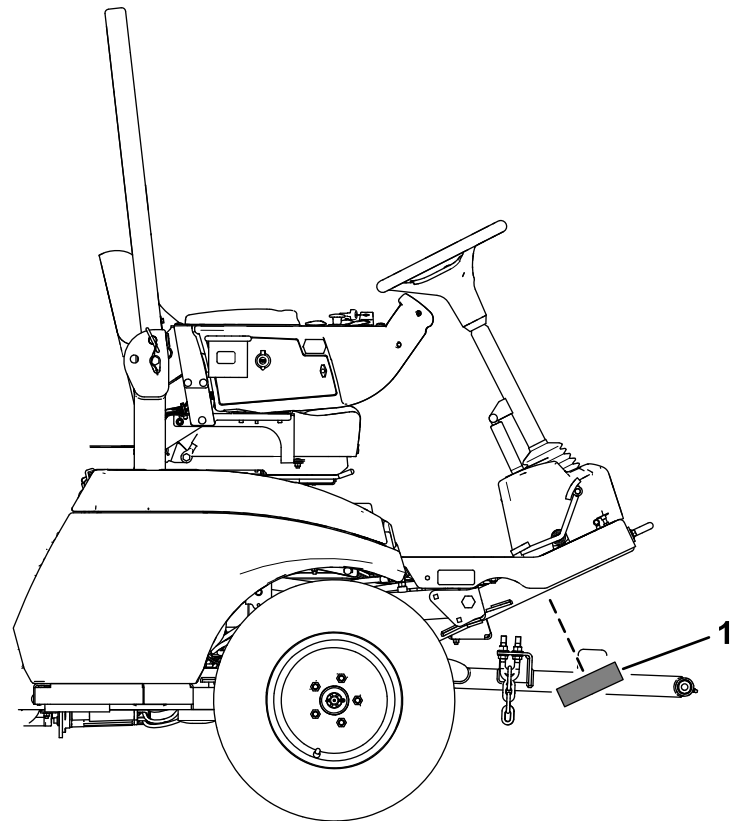

Bild 37
5. Befestigen Sie das Typenschild am Rahmen (Bild 37).